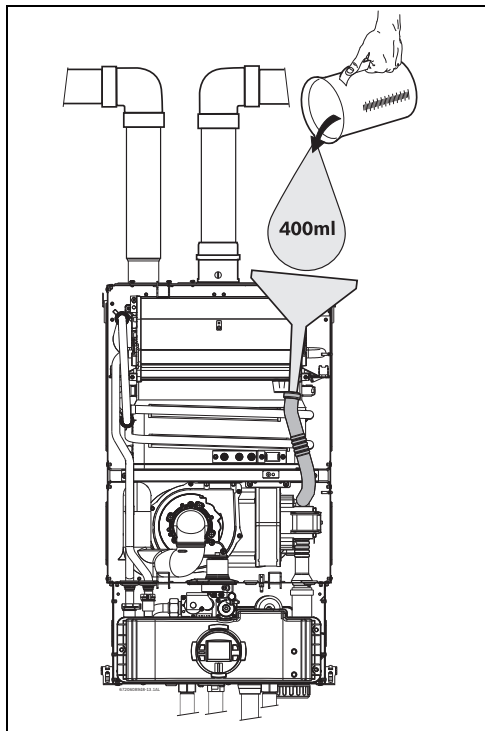

Fig. 58 Llenado del depósito de agua después de la instalación
- Llenar el depósito de aguas condensadas con aproximadamente 400ml de agua a través del tubo de condensados. Para evitar daños en el aparato utilice un embudo en la extremidad del tubo (consultar Fig. 58).
- Colocar la caja electrónica en la posición de "Mantenimiento", encajando las aletas en los orificios de la chapa metálica inferior de la caja estanca (consultar Fig.58).